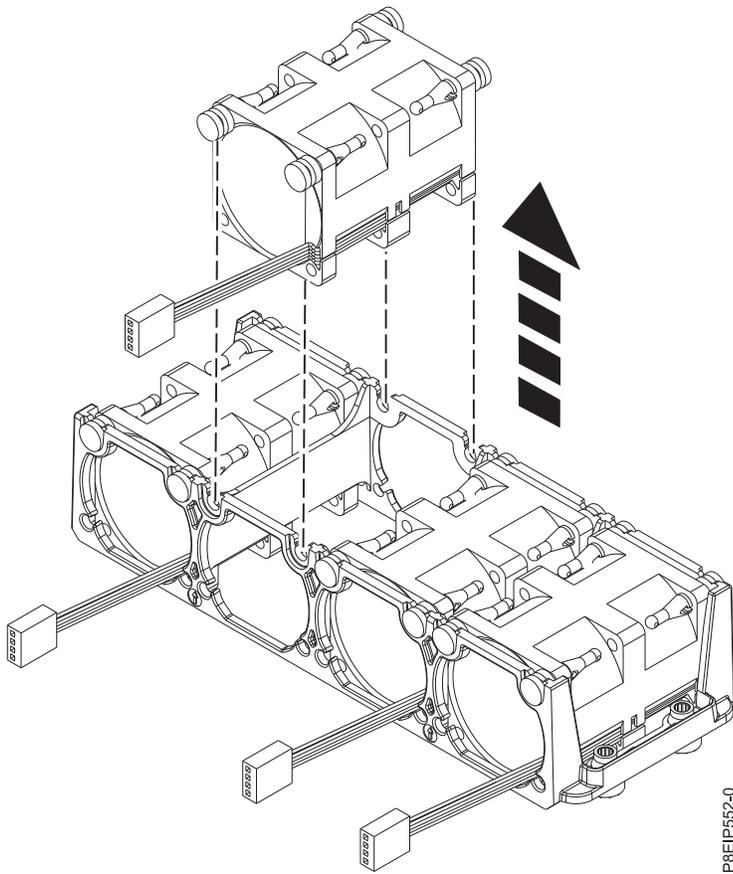

Abbildung 12. Lüfter ausbauen
4. Drücken Sie den Lüfter aus der Halterung nach oben (siehe Abb. 12 auf Seite 16).